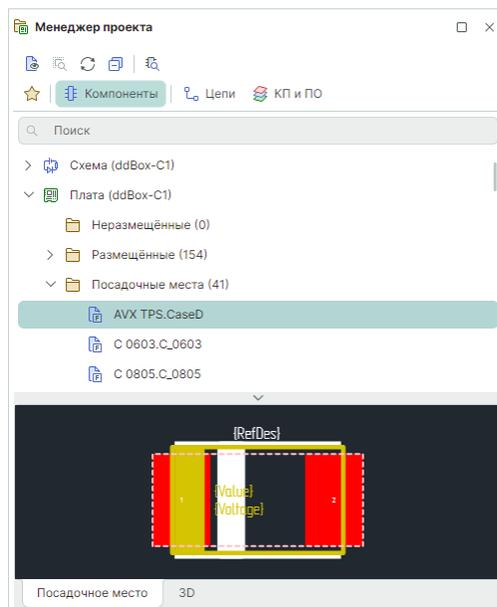

Рис. 157 Посадочные места в панели «Менеджер проекта»
- В панели «Менеджер проекта» («Компоненты» → «Плата» → «Посадочные места»), см. Рис. 157.